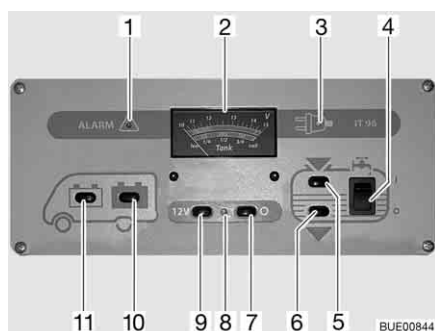

Fig. 106 Panel IT 96-2
El interruptor principal de 12 V (Fig. 106,7 y 9) conecta y desconecta el panel y la alimentación de 12 V del habitáculo.
Conectar: ■ Pulsar el interruptor (Fig. 106,9) "12 V": La alimentación de 12 V del habitáculo está conectada. La luz de control (Fig. 106,8) se enciende de color verde.
Desconectar: ■ Pulsar el interruptor (Fig. 106,7) "O": La alimentación de 12 V del habitáculo está desconectada. La luz de control (Fig. 106,8) se apaga.
Observar la escala superior del instrumento indicador V/depósito (Fig. 106,2). El instrumento indicador se ilumina automáticamente al accionar el interruptor.
- Pulsar el interruptor (Fig. 106,11) "🔌": Indica la tensión de la batería del motor de arranque.
- Pulsar el interruptor (Fig. 106,10) "🔌": Indica la tensión de la batería del habitáculo.
Observar la escala inferior del instrumento indicador V/depósito (Fig. 106,2). El instrumento indicador se ilumina automáticamente al accionar el interruptor.
- Pulsar el interruptor (Fig. 106,5) : Indica la cantidad de agua.
- Pulsar el interruptor (Fig. 106,6) : Indica la cantidad de aguas residuales.
- Pulsar el interruptor basculante (Fig. 106,4) por arriba "I": El suministro de agua está conectado.
- Pulsar el interruptor basculante (Fig. 106,4) por abajo "O": El suministro de agua está desconectado.
La luz roja de "ALARMA" (Fig. 106,1) parpadea en cuanto la tensión de la batería del habitáculo baja de 11 V (medición durante el servicio) y hay peligro de descarga completa.
Se enciende la luz de control de 12 V (Fig. 106,8) cuando se conecta el interruptor principal de 12 V (Fig. 106,9).
Se enciende la luz de control de 230 V (Fig. 106,3) amarilla cuando hay tensión de red en la entrada del bloque eléctrico.